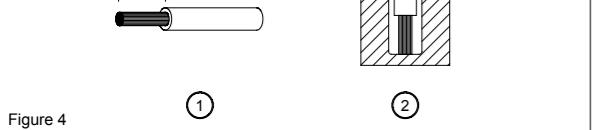

Figure 4
(1)	0.823-8,365	18-8	10,34	9
(2)	0.20-3,3	24-12	6,9	6
(3)	0.20-3,3	24-12	6,9	6
Um sichere und stoßfeste Anschlüsse gewährleisten zu können, sollte die Abisolierlänge 7mm betragen (siehe Abb. 4 (1)). Bitte sorgen Sie dafür, dass die Kabel vollständig in die Anschlussklemmen eingeführt werden, siehe Abb. 4 (2). Die Schraubklemmen müssen sicher befestigt und alle Drahtfalten in die Klemmen eingeführt sein, um einen sicheren und maximalen Kontakt sicherzustellen.